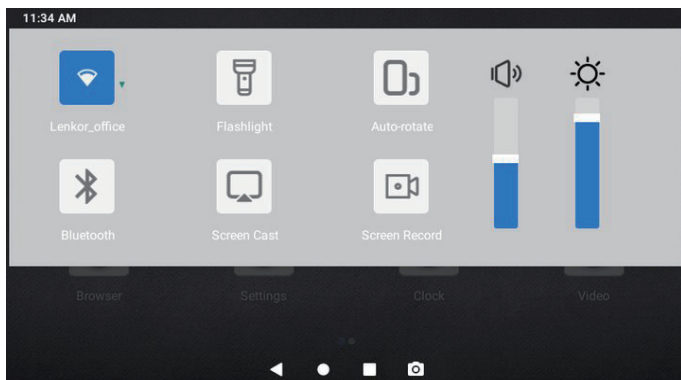

Figure 1.2.2
**Menu Déroulant :** Balayez vers le bas depuis le haut de l'écran pour afficher le Menu Déroulant. Cela vous donne un accès instantané à Wi-Fi, au Bluetooth, à une lampe de poche, au volume, à la luminosité de l'écran, à la projection de l'écran, à la rotation et à l'enregistrement de l'écran (voir Figure 1.2.2).